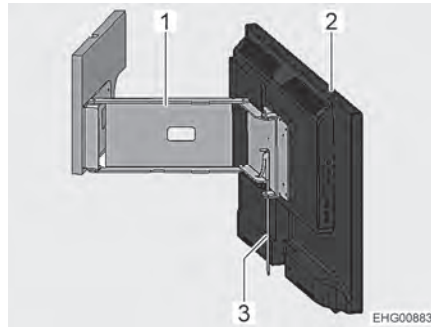

Fig. 71 Pantalla plana en brazo articulado
- Tirar de la palanca (Fig. 71,3). El brazo articulado (Fig. 71,1) estará desbloqueado.
- Girar la pantalla plana (Fig. 71,2) a la posición deseada.